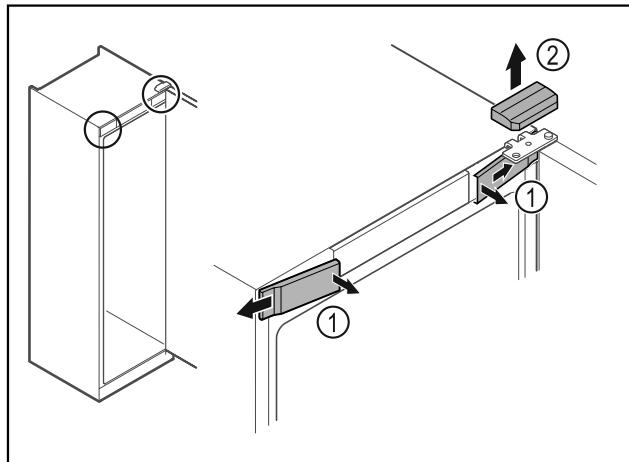

Fig. 8
- Atbrīvojet priekšējos pārsegus Fig. 8 (1) iekšpusē un noņemiet uz sāniem.
- Noņemiet augšējo pārsegu Fig. 8 (2) uz augšu.